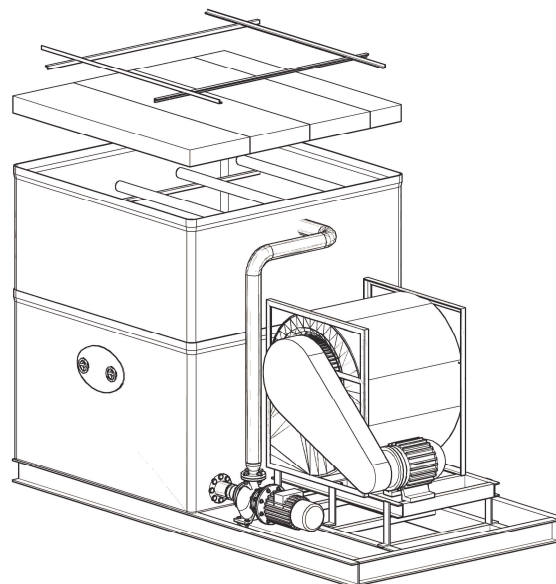

Fig. 13
- b) Cleaning or substituting the eliminator: This operation shall be made through the upper part of the tower, withdrawing the upper supports of the separator (fig. 13).
- b) Nettoyage ou remplacement du séparateur: Le remplacement du séparateur sera réalisée à partir de la partie supérieure de la tour, en retirant les tranches supérieures du séparateur (fig. 13).
- b) Limpieza o sustitución del separador: La sustitución del separador se realizará por la parte alta de la torre, retirándose los soportes superiores de dicho separador (fig. 13).